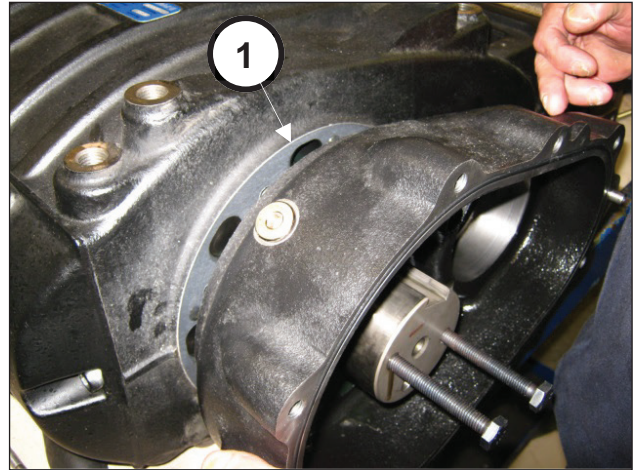
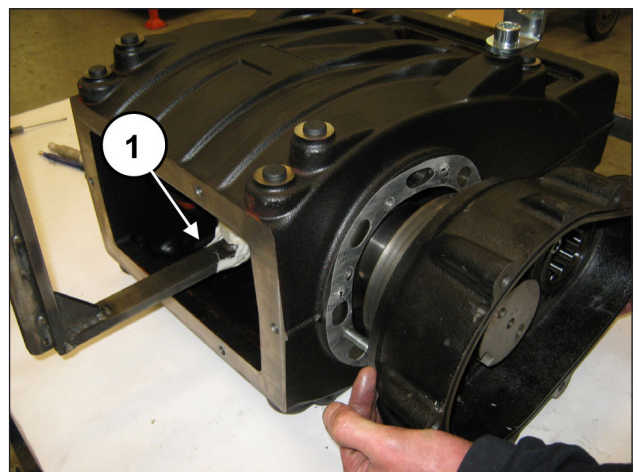

Fig. 24
Fig. 25
Apretar los 3 tornillos M8 gradualmente (pos. ①, Fig. 24) para evitar que la caja se incline demasiado y se bloquee en su alojamiento. Extraer la caja sujetando el eje para evitar que se dañe (pos. ①, Fig. 25).